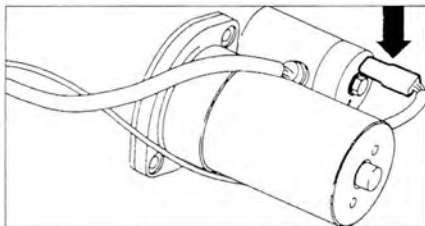

Рис. 9.4. Отсоедините разъем проводки (стрелка) от клеммы 50.
7. Отсоедините разъем проводки (стрелка) от клеммы 50 (рис. 9.4).